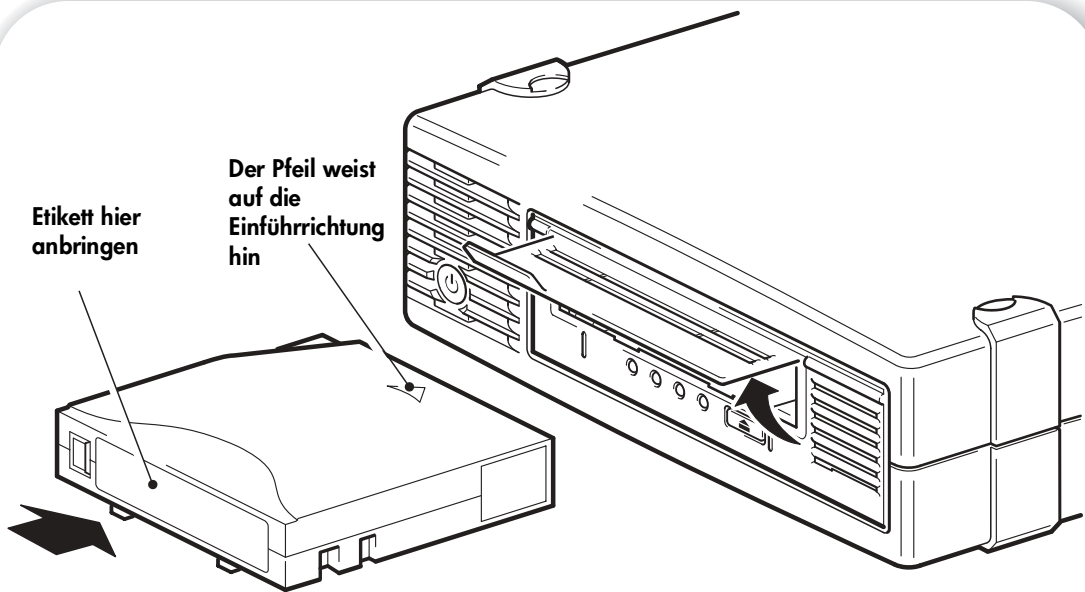

Abbildung 7a: Einlegen einer Kassette
- 1 Heben Sie die Laufwerksklappe an, und legen Sie die Kassette in den Einschub an der Vorderseite des Laufwerks so ein, dass der weiße Pfeil nach oben und zur Laufwerksöffnung zeigt. Drücken Sie vorsichtig auf die Rückseite der Kassette, bis die Kassette vom Laufwerk aufgenommen wird. (Siehe Abbildung 7a.)